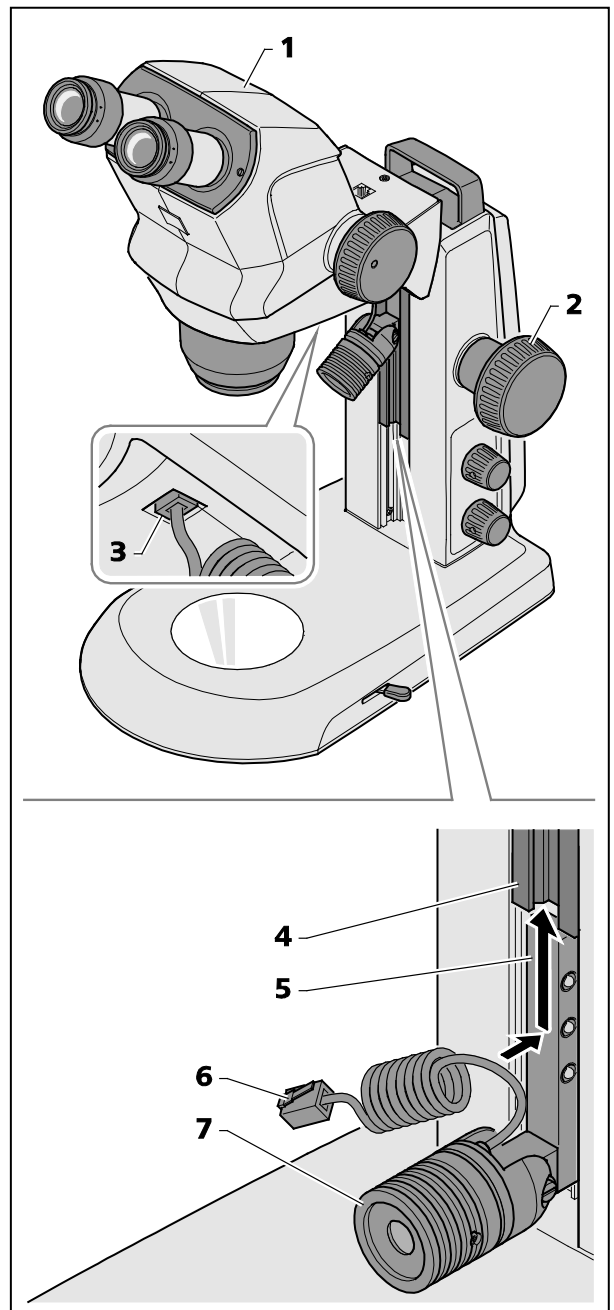

Fig. 8 Montar el iluminador Spot
- Desplazar el cuerpo de microscopio (Fig. 8/1) mediante el botón de enfoque (Fig. 8/2) a la posición superior.
- Introducir el iluminador Spot (Fig. 8/7) con el elemento de sujeción (Fig. 8/5) desde abajo en la guía (Fig. 8/4) del estativo y empujarlo hacia arriba hasta la posición deseada.
- Enchufar el cable de conexión (Fig. 8/6) del iluminador Spot en la hembra inferior del soporte Stemi (Fig. 8/3).